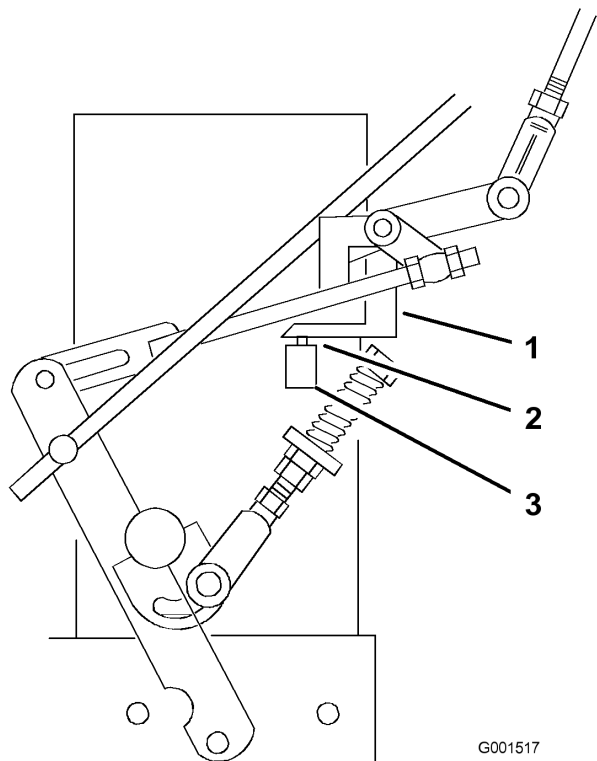

Figure 35
7. Le contacteur de sécurité doit être enfoncé et un espace de 8 mm (5/16") doit exister entre la languette d'actionnement et le contacteur. (Figure 35).
8. Au besoin, ajuster la position du contacteur pour obtenir un espace de 8 mm (5/16") (Figure 35).